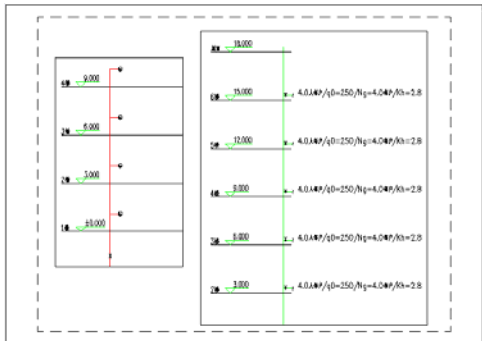

图 12-15 显示设置结果
**03** 在对话框中勾选了相应的管线系统图层后，即可在图纸空间中的视口上显示设置结果，如图 12-15 所示；并可以对显示的管线系统执行打印输出操作。